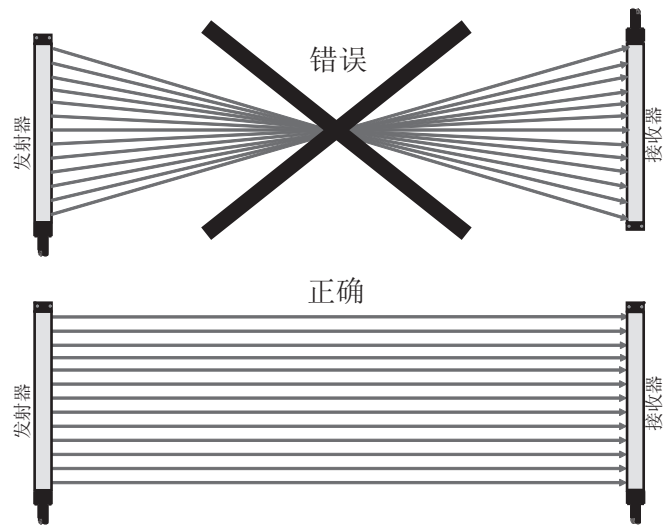

图8: 发射器 / 接收器的布局
2. 需注意的是，接收器和发射器应处在同一个方向上。也就是说，保护区域的起点 (连接至安全控制器的电缆旁边) 必须处在保护区域的同一端。参考基准为 LED 指示器相对放置。不允许以 180° 旋转的方式安装 GuardShield Micro 400 系统 (图8: 发射器 / 接收器的布局)。